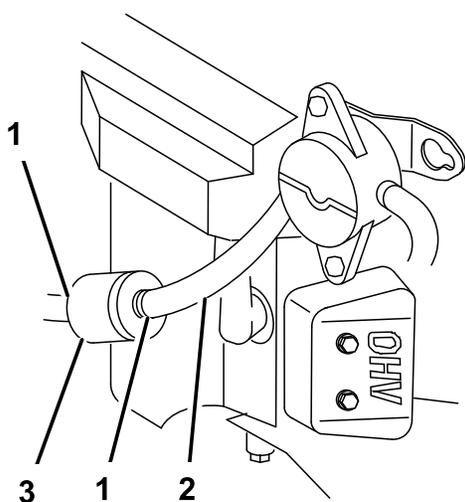

図 51
3. 燃料タンクにごみが入るのを防止するために、キャップ 図 51 の周囲をきれいに拭く。
4. 古いフィルタのクランプをゆるめて脇に寄せる(図 51)。